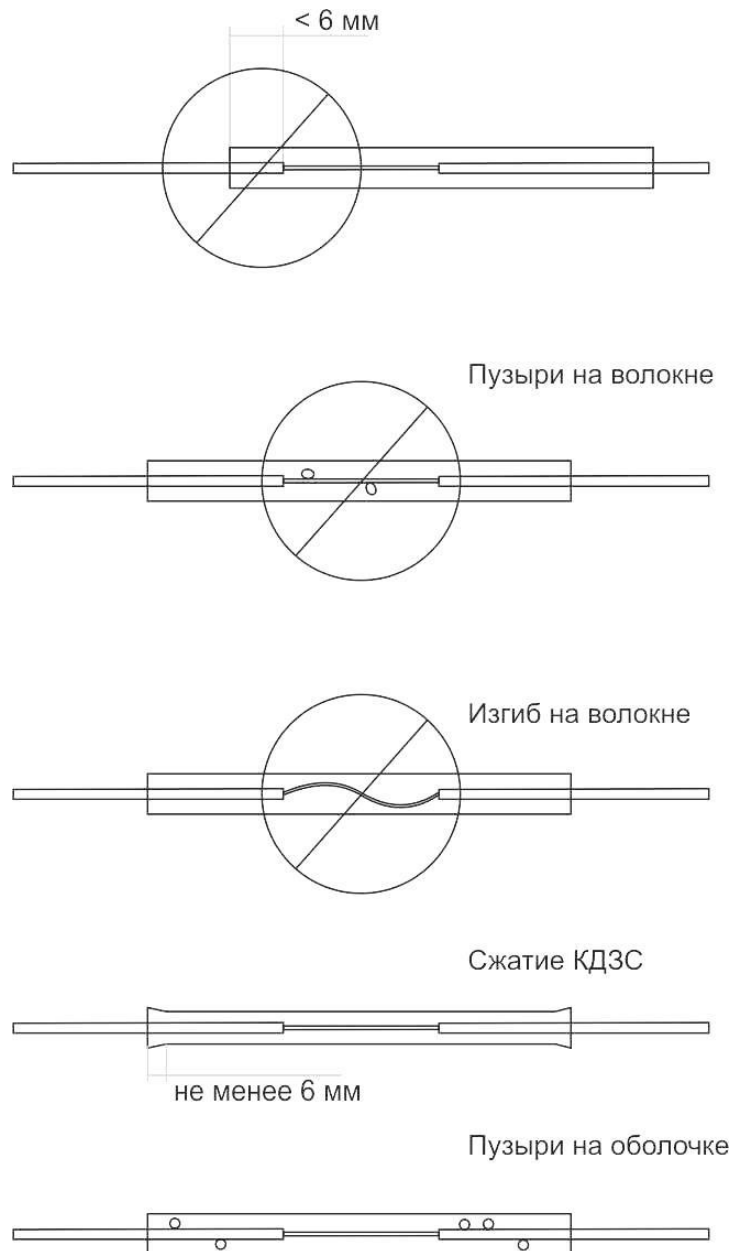

Рис. 3-11.
5) Произведите визуальную проверку защитной гильзы на предмет наличия пузырьков и неоднородностей. Три возможных причины для повторения процесса термоусадки изображены на Рис. 3-11.